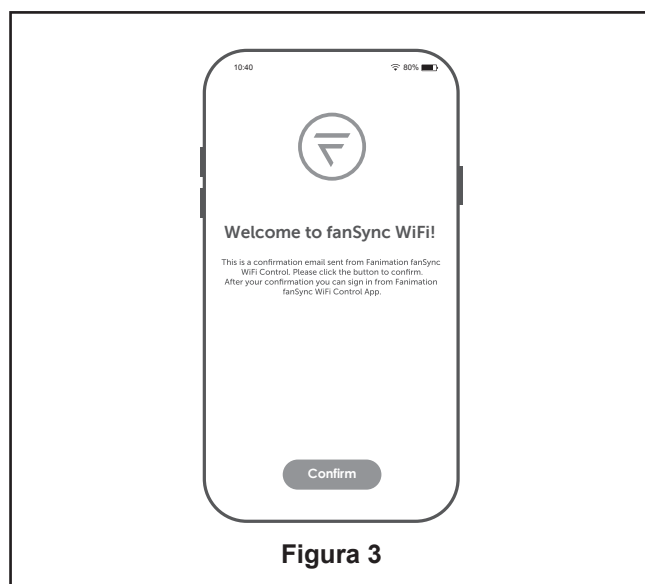

Figura 3
- ☐ 3. Si se registró utilizando la opción de correo electrónico, compruebe su buzón de entrada para encontrar el correo electrónico de configuración de la cuenta por primera vez. Abra el mensaje y haga clic en el botón "Confirmar". Si no encuentra el mensaje, compruebe la carpeta de correo no deseado. El correo electrónico procederá de "fansync@fanimation.com". (Figura 3)